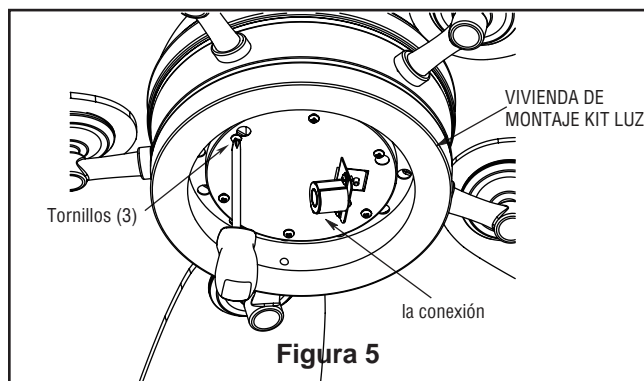

Figura 5
- 5. Extraiga uno de los tres tornillos de la unidad de la placa. Afloje levemente los otros dos tornillos. Instale la placa de conexión en la unidad de la placa de luz utilizando las dos ranuras principales. Vuelva a colocar el tercer tornillo y asegure los tres tornillos. (Figura 5)